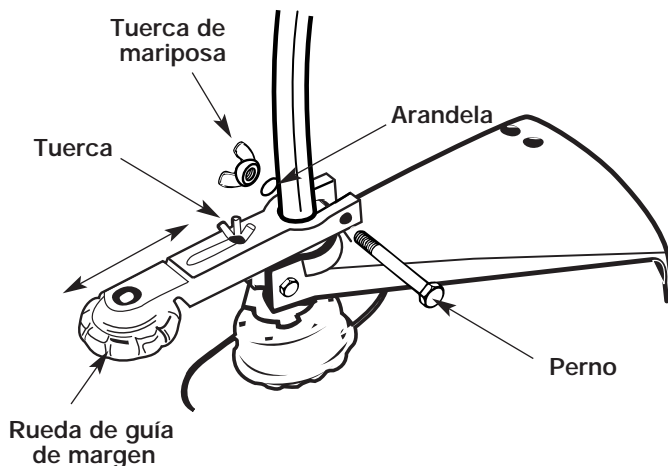

Fig. 4
1. Empuja la rueda de guía de margen en el eje (Fig. 4). Se requiere algo de fuerza.
3. Ajusta la profundidad de margen aflojando la tuerca y moviendo en la posición deseada a lo largo de la flecha indicada para luego apretarlos bien (Fig. 4).